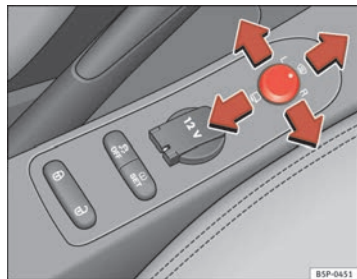

Fig. 90 Mando de los retrovisores exteriores
1. En primer lugar, gire el mando ⇒ **fig. 90** hasta la posición **L (retrovisor izquierdo)**.
- Gire el mando hacia delante, en la posición central ⇒ **fig. 90** **①**, para que los retrovisores térmicos se calienten y la función de cristal parabrisas calefactable* en la zona de reposo de las escobillas, quede activada ⇒ página 132.
- Gire el mando ⇒ **fig. 90** hasta la posición **🚗** para plegar los retrovisores exteriores. Para evitar daños en el vehículo, debería plegar los retrovisores exteriores siempre que utilice un túnel de lavado automático.